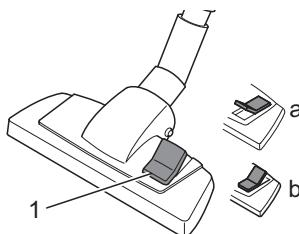

Abb. 12
4. Stellen Sie je nach Bodenbelag den Umschalter „Teppich/Hartboden“ (Abb. 12) ein:
- **Hartboden (Abb. 12/A)**
- **Teppich (Abb. 12/B)**